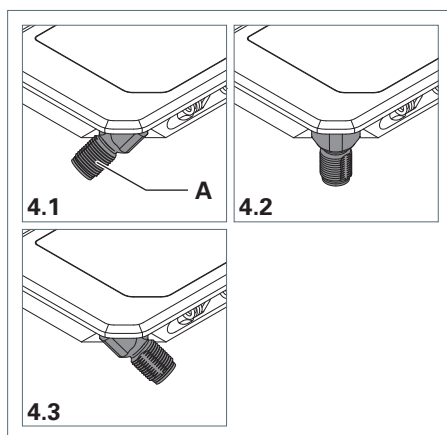

Fig. 4: APE – Posizioni della spina.
- ▶ Ruotare la spina **A** nella posizione prevista, vedi Fig. 4.